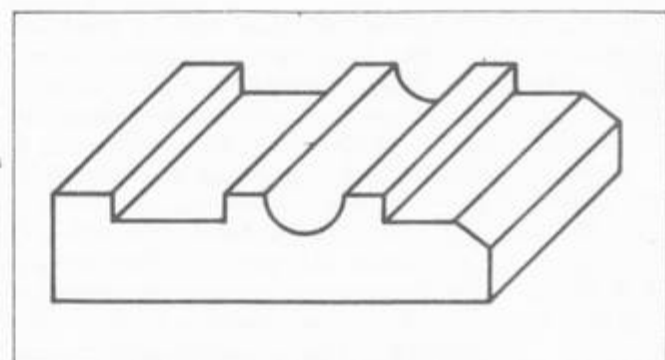

Рис. 16
72. Определите, какие фрезы необходимы для фрезерования поверхности, показанной на рис. 16. А — цилиндрическая, Б — пальцевая, В — торцовая, Г — концевая, Д — фасонная, Е — дисковая. Ответ: А, Е, Д.